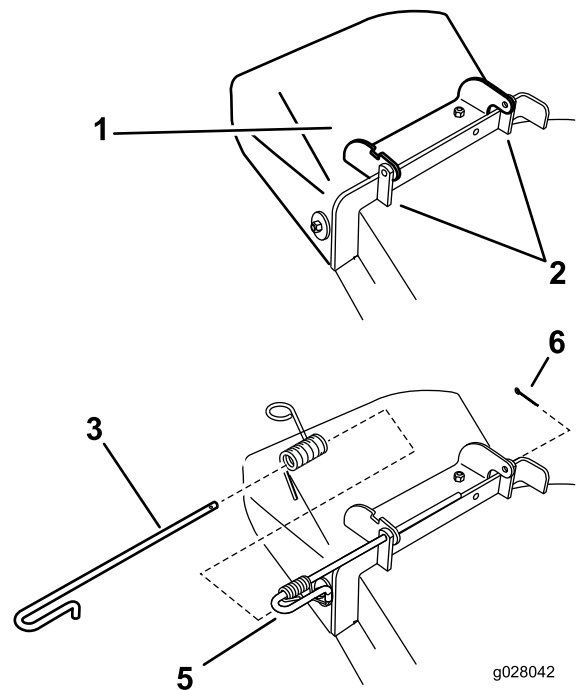

Bild 77
1. Entfernen Sie den Splint vom Ende der Stange (Bild 77).
2. Entfernen Sie die Feder von der Kerbe in der Ablenkblechhalterung und schieben Sie die Stange aus den geschweißten Mähwerkhalterungen, der Feder und dem Auswurfablenkblech (Bild 77). Entfernen Sie defekte oder abgenutzte Auswurfkanäle.
3. Positionieren Sie das neue Auswurfablenkblech mit den Halterungsenden zwischen den geschweißten Halterungen am Mähwerk, wie in Bild 77 dargestellt.
7. Setzen Sie den Splint in das Ende der Stange (Bild 77).